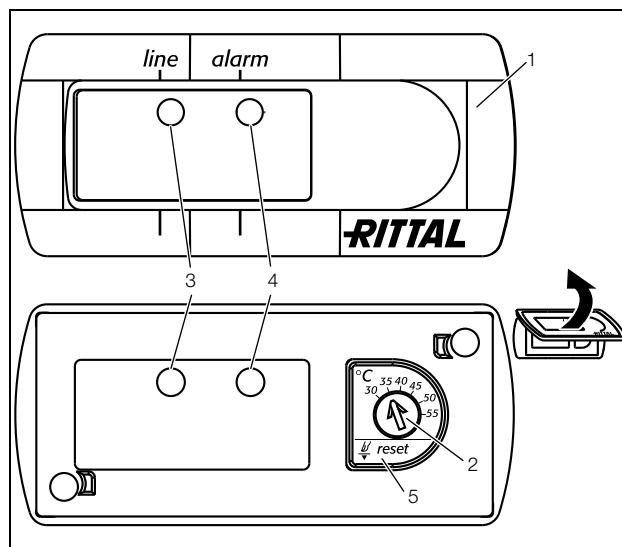

Imagen 28: Controlador básico
- Ajuste la temperatura teórica deseada en el dispositivo (imagen 28).
- Presione la tecla reset (imagen. 28, nº 5) durante como mín. 3 segundos